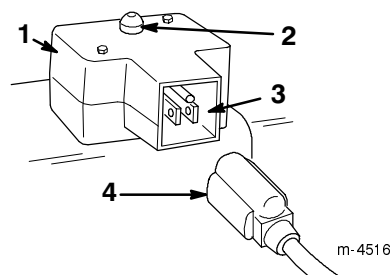

Figure 18
- **Démarreur électrique** (Fig. 18)—Appuyez sur le bouton du démarreur pour mettre le moteur en marche.
- **Cordon d'alimentation** (Fig. 18)—Connectez le cordon au démarreur électrique et branchez-le dans une prise de courant avant de mettre le moteur en marche.
- A. Connectez le cordon d'alimentation à la déneigeuse (Fig. 18), et branchez-le dans une prise de courant standard.